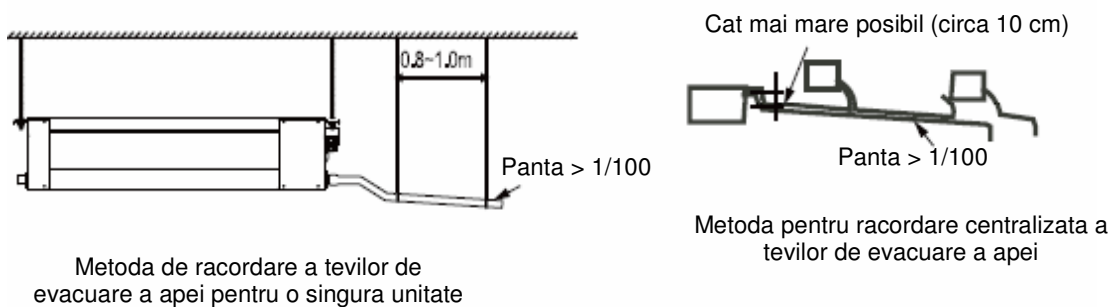

Figura 5.4
7. Instalați țevile de evacuare a apei, așa cum se arată în figura 5.3 sau în figura 5.4. Îlesirea țevilor de evacuare a apei nu trebuie să fie mai mare decât înălțimea de refulare a apei, asigurând o pantă descendentă mai mare de 1/100